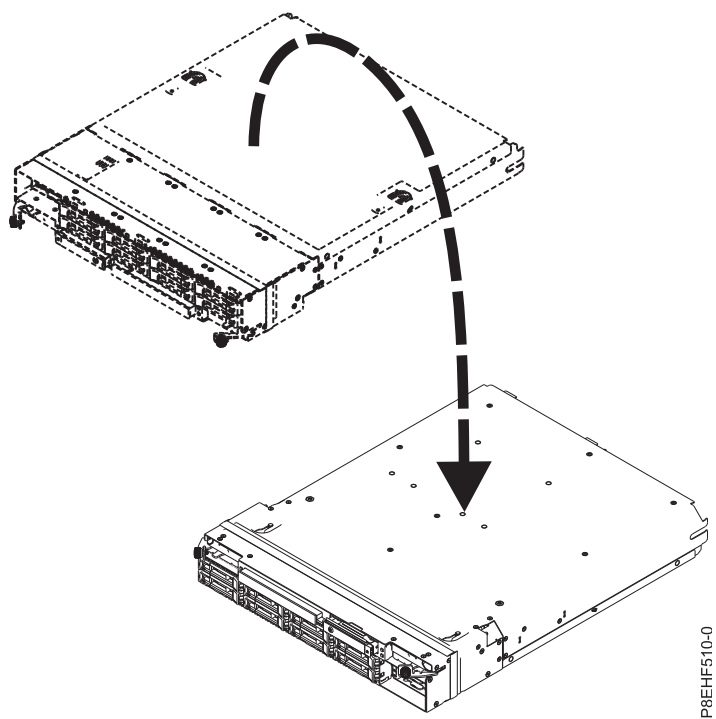

図 13. RAID アセンブリーの反転
4. RAID アセンブリーを反転させます。 15 ページの図 13 を参照してください。